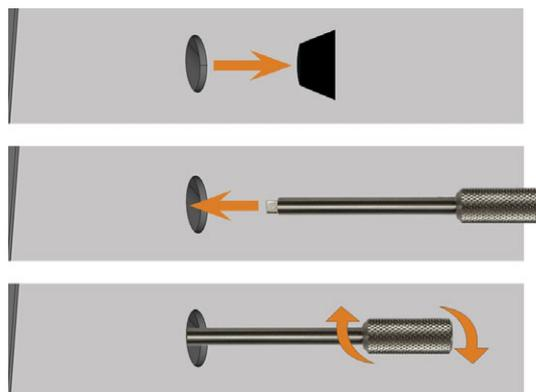

FIG. 48 UTILIZZO DELLA CHIAVE DI SBLOCCAGGIO D'EMERGENZA
2. Disattivare il blocco di sicurezza dello sportello del vano di lavoro, come mostrato nella figura (Fig. 48 sotto):